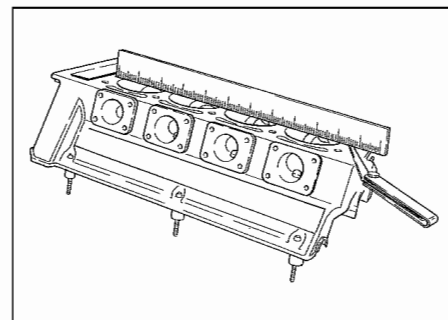

Fig. 49 - Testa - Head
- Controllare l'assenza di deformazioni della testa cilindri e la planarità della sua superficie di appoggio sul basamento con comparatore (**Fig. 49**).
- Check for cylinder head deformation and surface planarity on crankcase using a comparator (**Fig. 49**).